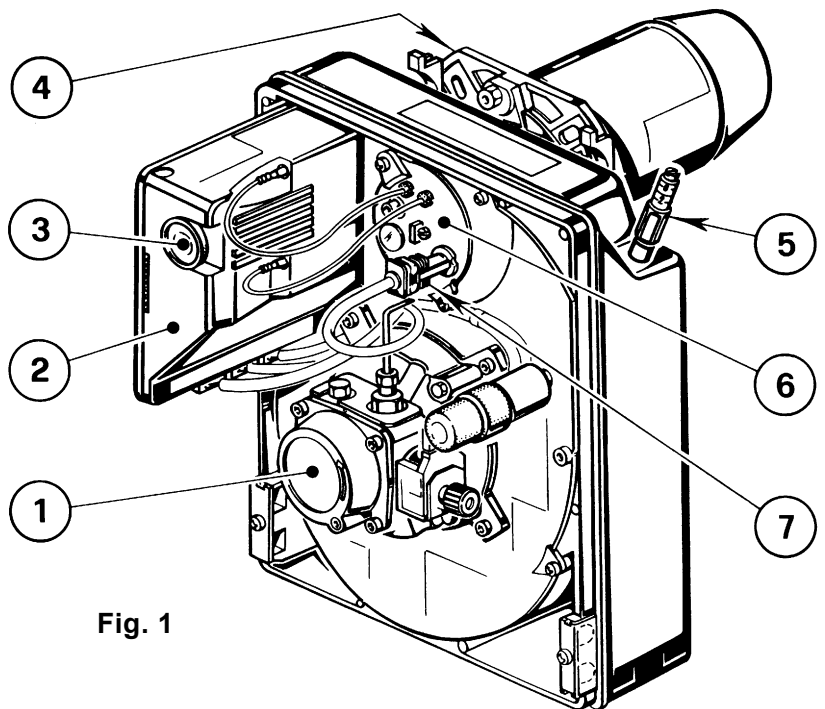

Fig. 1
C El bloqueo está señalizado por una lámpara en la caja de control (3, Fig. 1, pág. 1).
- Efectuar la limpieza del sensor llama (7, Fig. 1, pág. 1).
Una anomalía, en la gran mayoría de los casos, da lugar a que se encienda la señal del botón de rearme de la caja de control (3, Fig. 1, pág. 1).